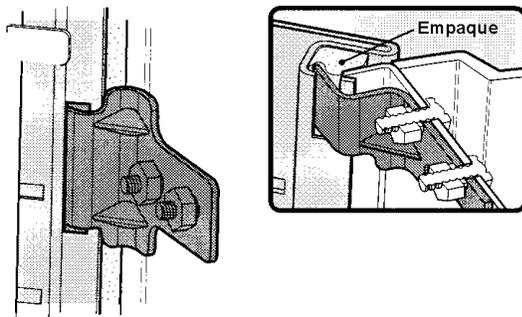

Figura 12
Paso 2: Inserte las pestañas dentro de las ranuras del gabinete. La orilla de la puerta debe caber dentro del canal contra el empaque (ver detalle). Ver Figura 12.